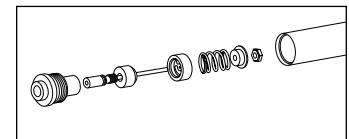

Fig. 5
2. Sfilare dall'alberino ammortizzatore la valvola di base. Annotare l'orientamento della valvola di ritegno, della piastra di ritegno, della rondella ondulata e del trasportatore. (Fig. 5).